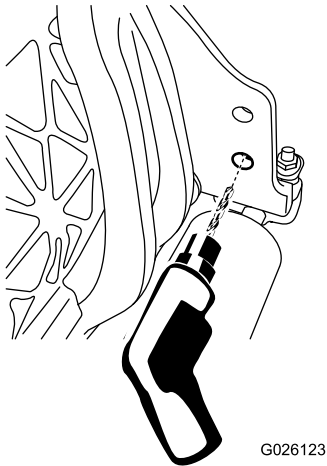

Figure 4
1. Agrandissez le trou inférieur sur le côté droit du plateau de coupe à l'aide d'un foret de 9 mm (Figure 4).